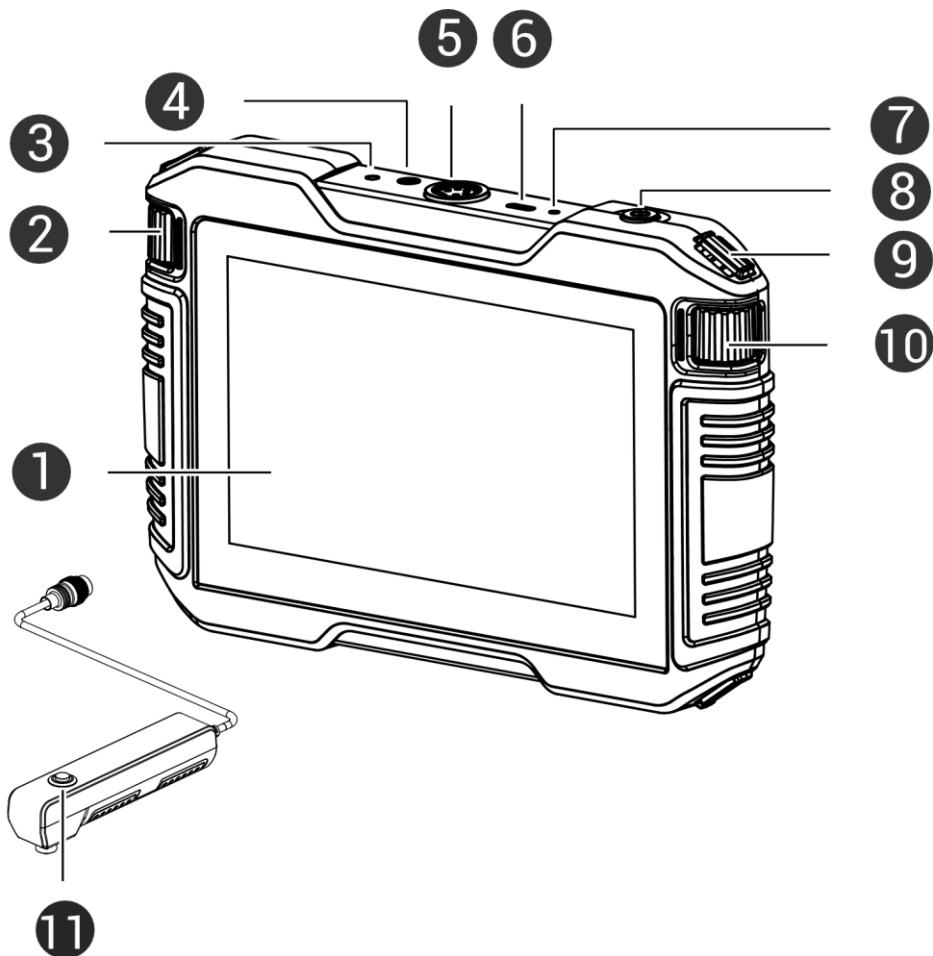

Abbildung 1-1 Hauptteil des Geräts und Griff
2. Passen Sie den Frequenzbereich durch Scrollen des Frequenzrads an (Nr. 10 in Abbildung 1-1)